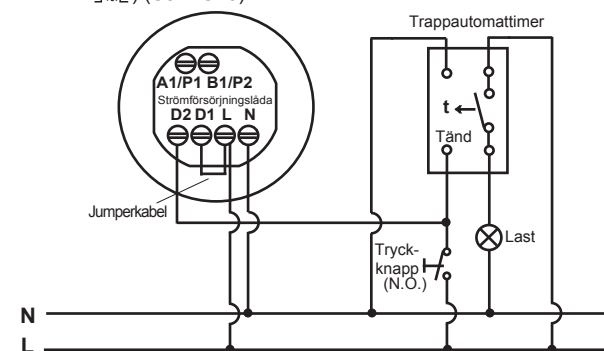

FIG. 5
- En sensor styr trappautomattimern (Ställ tidsknappen till tisL) (Se FIG. 5).